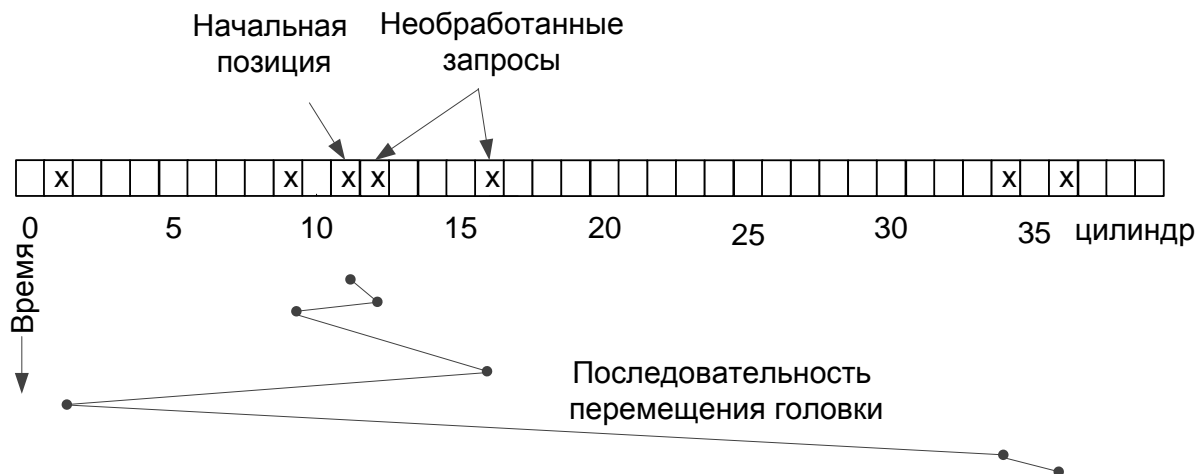
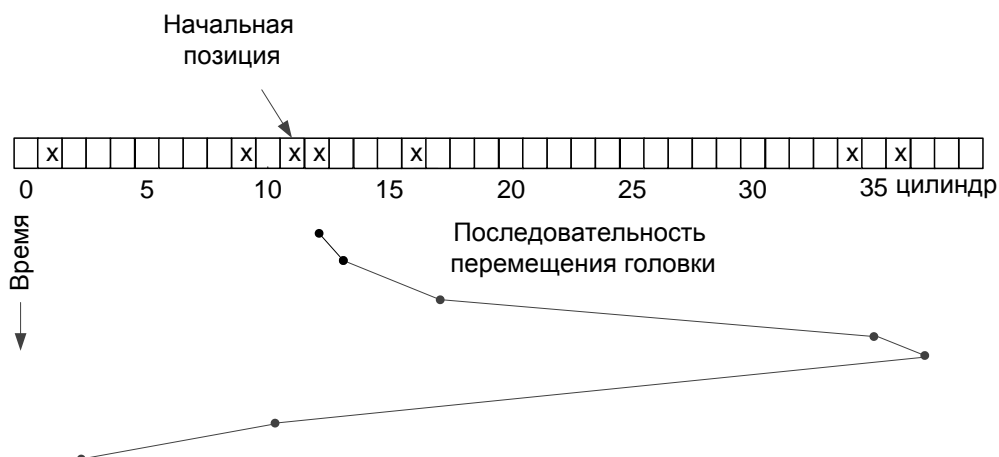

Рис. 7. Алгоритм планирования «ближайший цилиндр первым»
Рис. 8. Элеваторный алгоритм планирования обращений к диску
С помощью подобной структуры данных можно создать более совершенный алгоритм планирования, чем простое обслуживание в порядке поступления запросов. Рассмотрим, например, диск с 40 цилиндрами. Поступает запрос на чтение блока с цилиндра 11. Во время перемещения головки на 11-й цилиндр поступают новые обращения к цилиндрам 1, 36, 16, 34, 9 и 12. Новые запросы помещаются в таблицу, состоящую из отдельных списков для каждого цилиндра. Поступившие запросы помечены крестиками на Рис. 7.
Время перемещения головки можно уменьшить, выбирая каждый раз ближайший цилиндр. При той же серии запросов, показанной на Рис. 7, последовательность их обработки выглядит как ломаная кривая внизу рисунка. При такой последовательности выполнения запросов потребуются перемещения блока головок на 1, 3, 7, 15, 33 и 2
**Недостатки:** Предположим, во время обработки запросов, показанных на Рис. 7, поступили новые запросы. Например, после обработки обращения к цилиндру 16 поступает новый запрос к цилиндру 8. Новый запрос будет иметь приоритет над обращением к цилиндру 1. Затем, если поступит запрос к цилиндру 13, то головка опять будет перемещаться к цилиндру 13 для обработки нового запроса, а запрос к цилиндру 1 останется необработанным. При сильной загрузке диска головка диска будет большую часть времени находиться где-то в районе средних цилиндров, а запросам к крайним цилиндрам диска придется ждать, пока нагрузка диска случайно не снизится и обращений к середине диска не станет меньше. В результате качество обслуживания запросов к цилиндрам, сильно удаленным от середины, может оказаться низким. То есть в конфликт вступают принцип минимизации времени отклика и принцип справедливости.
Рис. 8 иллюстрирует работу элеваторного алгоритма с теми же семью запросами, что были использованы в качестве примера на Рис. 7. Предполагается, что изначально бит направления движения указывал ВВЕРХ. При этом цилиндры обслуживаются в порядке 12, 16, 34, 36, 9 и 1, что соответствует перемещению блока головок на 1, 4, 18, 2, 27 и 8 цилиндров и в сумме составляет 60 цилиндров. В данном случае элеваторный алгоритм оказался даже слегка лучше, чем алгоритм SSF, однако на практике он обычно несколько хуже. **Достоинство элеваторного алгоритма** состоит в том, что при любом заданном наборе запросов верхняя граница необходимых перемещений блока головок для выполнения всех запросов фиксирована и ограничена двойным числом цилиндров.